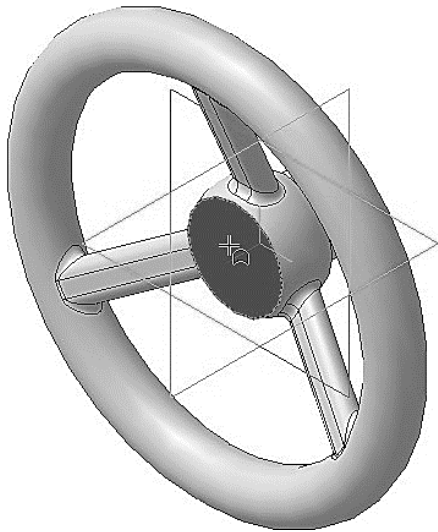
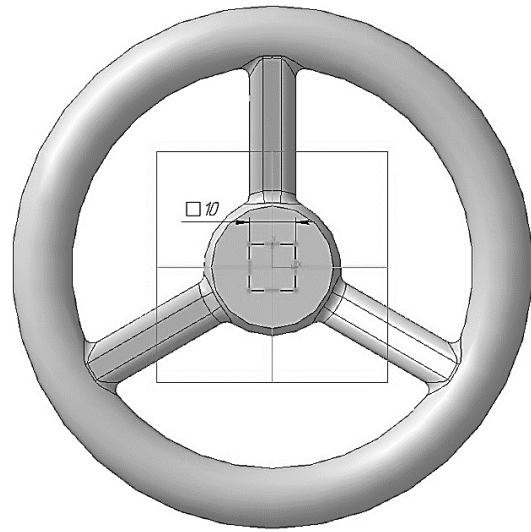
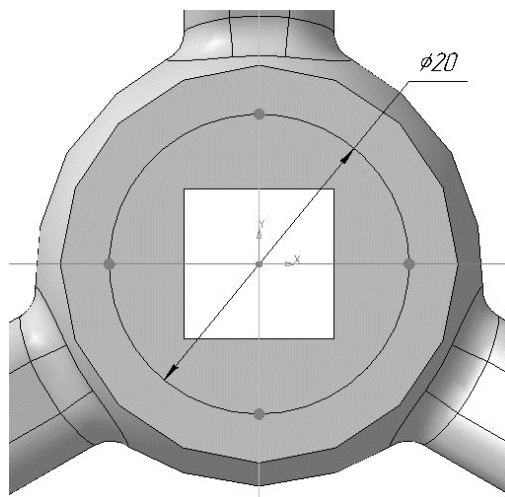
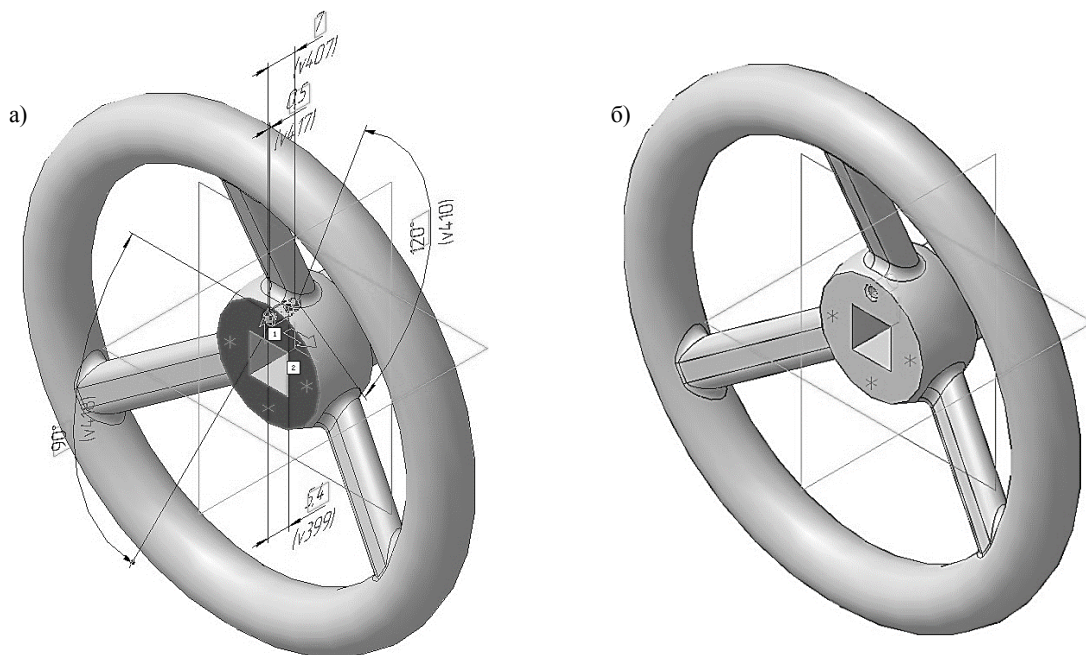

Рис. 236. Выбор грани для построения в ней эскиза
Рис. 237. Построение эскиза
Рис. 239. Построение Эскиза:6
Рис. 241. Построение отверстия с зенковкой и резьбой:
Укажите переднюю грань основания детали (рис. 236) и нажмите кнопку **Эскиз**  на панели **Текущее состояние**. Вычертите квадрат  $10 \times 10$  мм, центр которого должен располагаться в начале координат, (рис. 237).
Укажите переднюю грань основания детали (рис. 236) и нажмите кнопку **Эскиз** на панели **Текущее состояние**. Вычертите окружность, центр которой должен располагаться в начале координат, диаметром 20 мм (рис. 239). Построенная окружность будет являться расстоянием, на котором будут располагаться **центра** проектируемых отверстий.
На построенной окружности поставьте точки согласно рис. 239. В дальнейшем через данную точку будет проходить центр проектируемого отверстия. После нанесения точки, построенную ранее, окружность можно удалить.
- Укажите переднюю грань основания детали (рис. 236) для построения отверстия. Фантом отверстия с текущими параметрами появится в окне документа (рис. 241). Центр отверстия по умолчанию располагается в точке начала координат эскиза, в котором создается отверстие. Чтобы разместить отверстие в другом месте, укажите верхнюю точку в **Эскизе:7**;
Нажмите кнопку **Создать объект**  на Панели специального управления – система построит глухое отверстие в детали (рис. 241 а, б). В Дереве модели появится строка **Отверстие:1**.